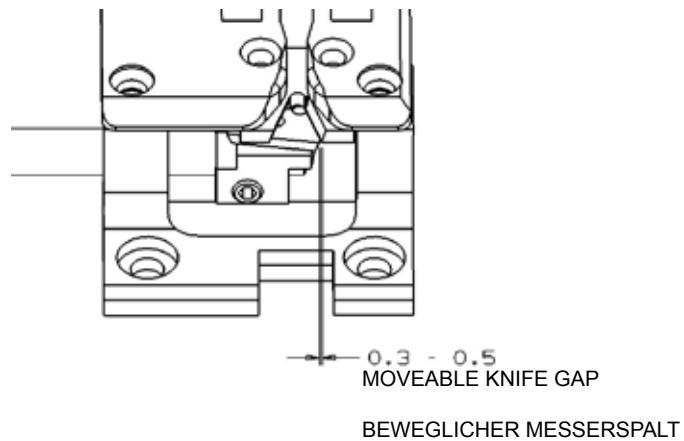

FIG. 1
Remove left end cover. Mount the electronic proximity switch (A) as shown in Fig. 1.
The feeler (C, D, Fig. 1) should not have any lateral play but should turn readily. For this, adjust the centering shaft (E, Fig. 2) with centering screw (F) and lock nut (G) accordingly.
Hang in tension spring (J, Fig. 1).
The feeler should be set at .236" (6.0 mm) (Fig. 1) between upper throat plate surface and upper edge of feeler at the bag entrance zone.
For adjustment loosen nut (K, Fig. 1) and turn-off screw (L), so that the head of screw does not contact the magnet in the magnet support stud. Loosen nut (M) and turn the feeler stop screw (N) in or out, as required, to adjust the correct feeler height.
NOTE: When the presser foot rests on the throat plate (feed dog below throat plate), the clearance between upper edge of feeler and lower edge of the feeler slot cut-out in the presser foot (see Fig. 1) should be approximately .040" (1 mm).
Secure the set feeler height with lock nut (M, Fig. 1).
The switching pressure on the feeler is set with screw (L, Fig. 1).
NOTE: The closer the head of screw (L, Fig. 1) to the magnet the higher the switching pressure on the feeler. Secure the position of screw (L) with lock nut (K).
The electrical switching point of the proximity switch (A, Fig. 1) is determined by screw (Q, Fig. 1). The distance between screw head and the face of the proximity switch is approximately 5/64" (2 mm) (see Fig. 1), when the feeler is in home position. This distance 5/64" (2 mm) is not exactly the same for all switches. Connect the machine electrically. With feeler in home position set the proper switching point as follows:
Loosen nut (P, Fig. 1). Turn screw (Q) away from switch, until the switch switches on. Then turn screw (Q) slowly towards the switch, until the switch switches off. Now turn screw (Q) a further $\frac{1}{2}$ turn towards the switch. Secure this position of screw (Q) with lock nut (P).
Der Taster (C, D, Fig. 1) darf kein seitliches Spiel haben, muss sich aber ganz leicht drehen. Stellen Sie dazu die Zentrierachse (E, Fig. 2) mit dem Zentrierstift (F) und der Kontermutter (G) entsprechend ein.
Lösen Sie die Schraube (H, Fig. 2) und vermitteln Sie den Taster (C, D) durch seitliches Verschieben der Zentrierachse (E) im Stichplatten- und Druckerfußschlitz. Der Taster muss sich frei bewegen lassen. Ziehen Sie die Schraube (H) wieder an. Hängen Sie die Zugfeder (J, Fig. 1) ein.
Der Taster soll auf das Maß 6,0 mm (Fig. 1) zwischen Stichplattenoberfläche und Tasteroberkante in der Sackeinlaufzone eingestellt sein.
Zur Einstellung lösen Sie die Mutter (K, Fig. 1) und drehen die Schraube (L) soweit zurück, dass der Schraubenkopf den Magneten im Magnethaltestud nicht berühren kann. Lösen Sie die Mutter (M) und drehen Sie die Taster-Anschlagschraube (N) entsprechend ein oder aus bis die richtige Tasterhöhe erreicht ist.
BEACHTEN SIE: Wenn der Druckerfuß auf der Stichplatte aufliegt (Transporteur unter der Stichplatte), soll zwischen Oberkante Taster und Unterkante Tasteraussparung im Druckerfuß (siehe Fig. 1) ein Abstand von etwa 1 mm sein. Sichern Sie die eingestellte Tasterhöhe durch Kontern der Mutter (M, Fig. 1).
Der Schaltdruck am Taster wird mit der Schraube (L, Fig. 1) eingestellt. Drehen Sie die Schraube (L) langsam gegen den Magneten im Haltestud, bis der Schraubenkopf gerade am Magneten anliegt. Dann drehen Sie die Schraube $\frac{1}{4}$ Umdrehung zurück, so dass der Taster leichtgängig bleibt und der Schraubenkopf im Einflussbereich des Magneten liegt.
BEACHTEN SIE: Je näher der Schraubenkopf der Schraube (L, Fig. 1) am Magneten ist, um so höher ist der Schaltdruck am Taster. Sichern Sie die Stellung der Schraube (L) durch Kontern der Mutter (K).
Mit der Schraube (Q, Fig. 1) wird der elektrische Schaltpunkt des Näherungsschalters (A, Fig. 1) bestimmt. Der Abstand zwischen Schraubenkopf und Stirnfläche des Näherungsschalters beträgt in Ruhestellung des Tasters etwa 2 mm (siehe Fig. 1). Dieser Abstand von 2 mm ist nicht bei allen Schaltern genau gleich. Schließen Sie die Maschine elektrisch an. Der genaue Schaltpunkt wird in Ruhestellung des Tasters wie folgt eingestellt: Lösen Sie die Mutter (P, Fig. 1). Drehen Sie die Schrauben (Q) vom Schalter weg bis der Schalter einschaltet. Dann drehen Sie die Schraube (Q) langsam zum Schalter hin bis der Schalter ausschaltet. Drehen Sie dann die Schraube (Q) noch $\frac{1}{2}$ Drehung weiter zum Schalter hin. Sichern Sie die Stellung der Schraube (Q) durch Kontern der Mutter (P).
When the air cylinder for the chain cutter (R, Fig. 1) is not activated and the chain cutter (R) is in its home position below the throat plate, the knife tips of the chain cutter (R) should be positioned .020" (0.5 mm) below the throat plate top surface. To obtain this setting, adjust the knife drive lever (S, Fig. 2) and secure this position by tightening the two screws (T, Fig. 2).
In cutting position, above the throat plate, the cutting edges of the chain cutter (R, Fig. 1) should overlap by .012" (0.3 mm) when nut (U, Fig. 2) on the piston rod of the air cylinder butts on the hexagon head stop screw (V).
Wenn der Luftzylinder für die Kettenschere (R, Fig. 1) nicht aktiviert ist und die Kettenschere (R) in ihrer Ausgangslage unter der Stichplatte ist, sollen die obersten Messerkanten der Kettenschere (R) etwa 0,5 mm unter der Stichplattenoberfläche stehen. Stellen Sie dazu den Messerantriebshebel (S, Fig. 2) entsprechend ein und sichern Sie die Stellung durch Festziehen der zwei Schrauben (T, Fig. 2).
In Schneidstellung über der Stichplatte sollen sich die Messerschneiden der Kettenschere (R, Fig. 1) etwa 0,3 mm überlappen, wenn die Mutter (U, Fig. 2) auf der Kolbenstange des Luftzylinders an der Sechskant-Anschlagschraube (V) angeschlägt.